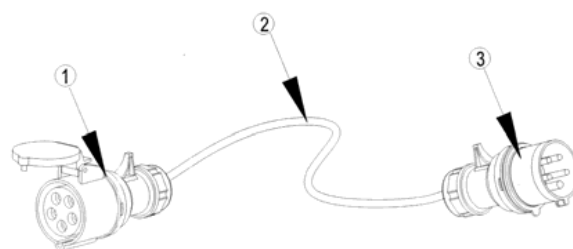

Figure 1
- L'utilisateur doit utiliser un coupleur de puissance (qu'il doit acheter) comme indiqué sur la figure 1. Le coupleur doit s'adapter à l'appareil et prolonger la mise à la terre. Le coupleur doit être homologué VDE. La longueur du câble d'alimentation peut être supérieure à 1,8 mètre, mais inférieure à 3 mètres. Si le câble d'alimentation est trop long et trop lourd, il peut provoquer la chute du coupleur, un risque de choc électrique ou faire trébucher des enfants.